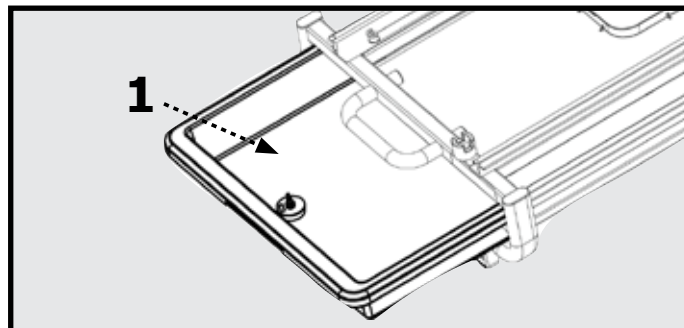

Figure 5
Insérez le bac à eau (1) en le faisant glisser dans l'ordinateur principal (2), comme illustré à la figure 5.